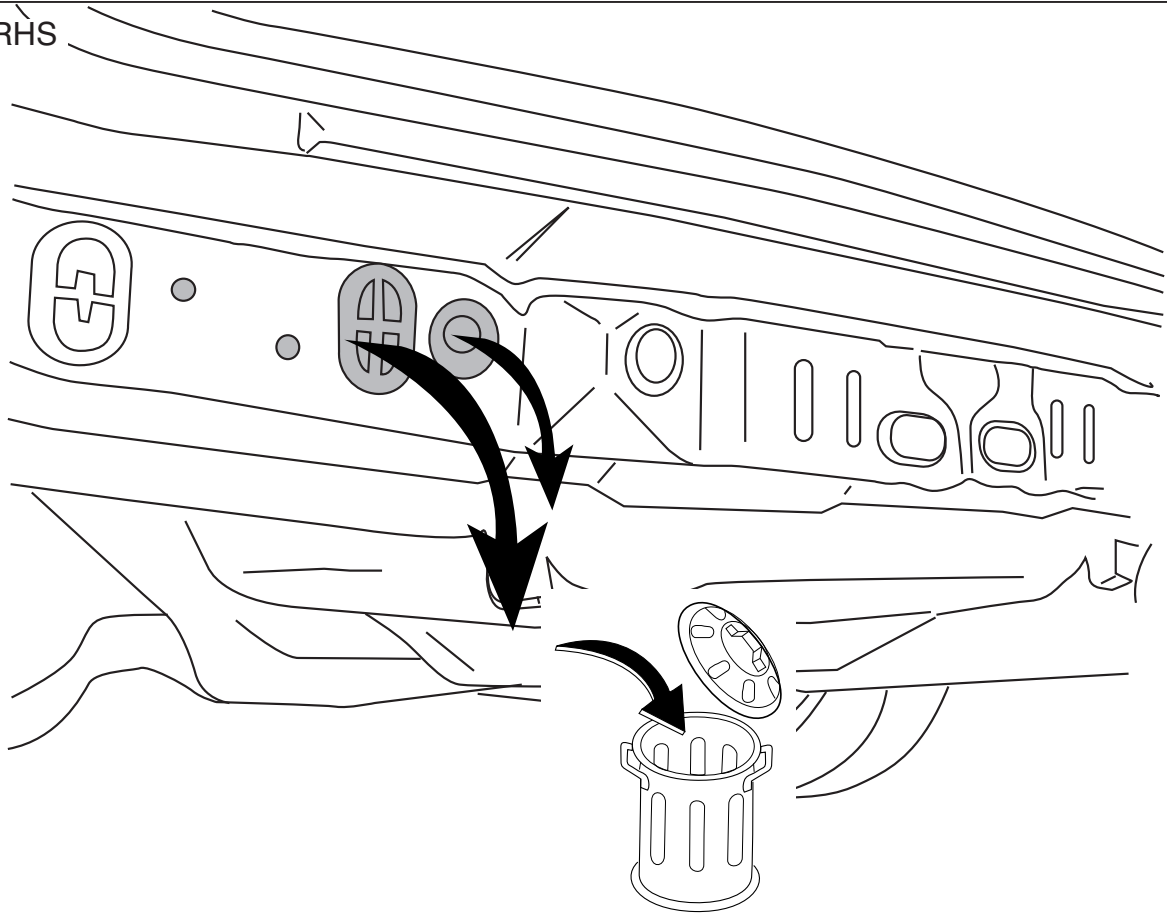

Fig.1
5. Rimuovere i tappi in gomma dai punti indicati (vedi fig. 1).
5. W oznaczonych miejscach usunąć gumowe nakładki (patrz rys. 1).
6. Zdemontować ostatni tłumik rury wydechowej i poluzować płytę termiczną (L).
7. Wysunąć z zawieszenia ostatni tłumik rury wydechowej (P).
12. Umieścić płytę boczną (L) / (P) w punktach B i C.